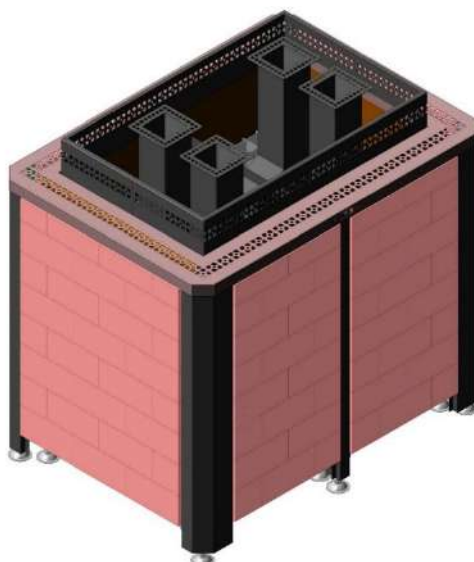

Рис. 2 Сборка ЭНУ Премьера Профи «Гималайская соль»
1. Установить силовую раму печи на ровное основание (рис. 2)